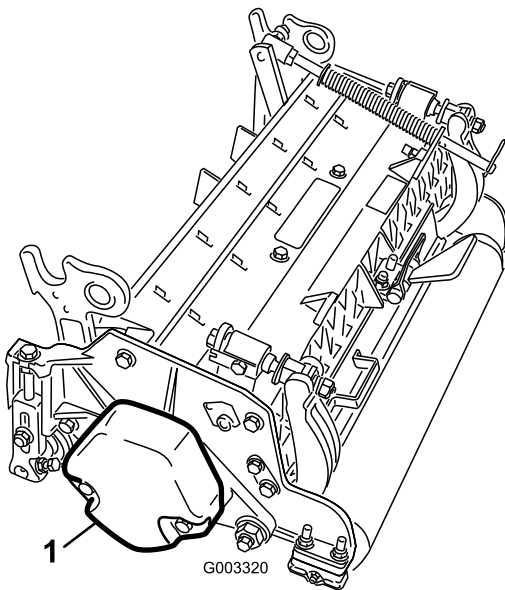

図 6
- 2番と4番のカuttingユニットでは、カウンタ・ウェイトをカuttingユニットの左側に固定しているキャップスクリュー(2本)を取る。カウンタ・ウェイトを取り外す（図 6）。